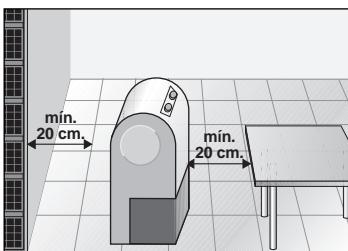

Fig. 4
- Per assicurare un funzionamento corretto dell'attrezzatura è necessario mantenere delle distanze minime di 20 cm agli oggetti adiacenti. Vedasi Fig. 4.